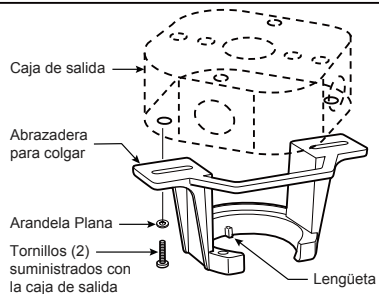

Figura 3
Uso del soporte (Figura 3)
3. Retire el clip de horquilla y pasador de horquilla de la parte inferior de la bola para colgar. Retener el pasador y clip para la reinstalación en el paso 5. (Figura 3)
1. Fije bien la abrazadera para colgar a la caja de salida (no se incluye) con los tornillos y las arandelas provistas con la caja de salida. (Figura 3)
2. Deslice el receptor en el soporte de suspensión antes de realizar el cableado como se muestra en la figura 3.
3. Retire la cubierta de la batería del control remoto con un destornillador y conserve el tornillo para luego. (Figura 3)